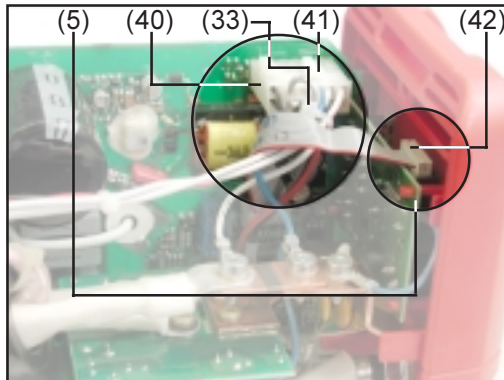

Abb. 12
- Flachbandkabel (42) gemäß Abb. 12 oberhalb des Kabelbaumes verlegen
- Flachbandkabel (42) am Print FPA15 (5) anstecken